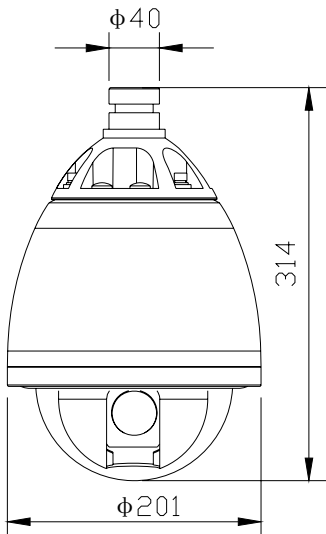

图 3-2单位：mm
2) 确认安装地点有容纳本产品及配件的足够空间，室外高速智能球型摄像机的外形尺寸如图 3-2 所示。